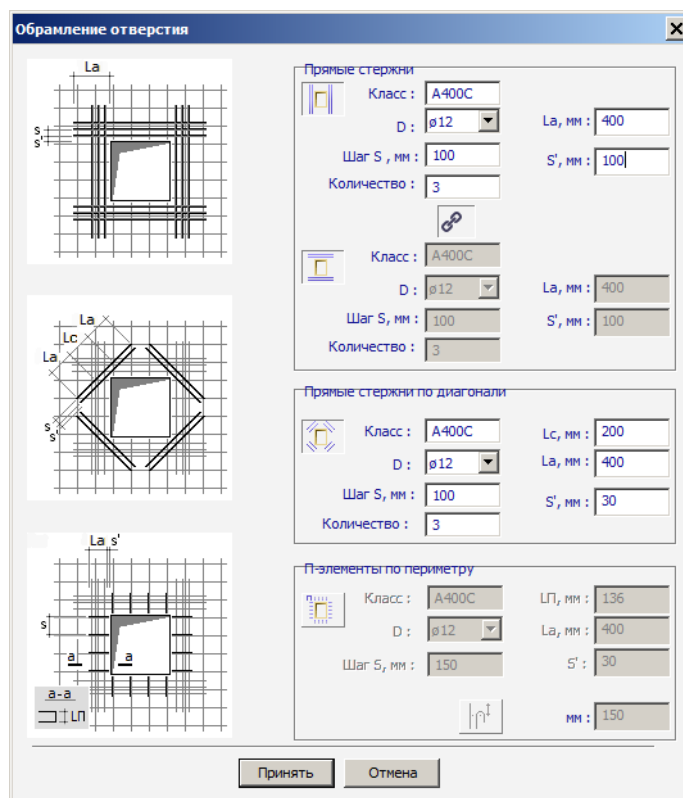

Рис.8.18. Диалоговое окно **Обрамление отверстия**
- Вызовите диалоговое окно **Обрамление отверстия** (рис.8.18) щелчком по кнопке  - **Обрамление отверстия** в раскрывающемся списке **Обрамление** (панель **Дополнительная арматура** на вкладке **Армирование**).